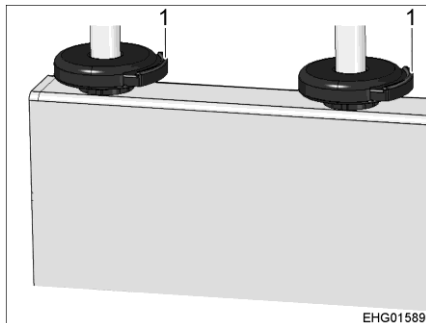

Bild 17 Nackstödet frigöring
- Tryck på frigöringen (Bild 17,1) på de båda styrestängerna på nackstödet.